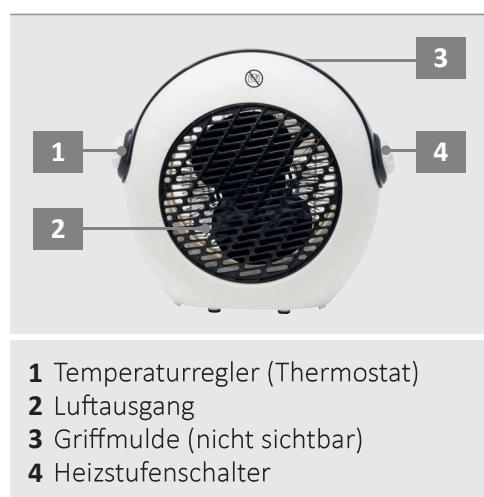

Abb.1: Geräteübersicht
1. Vergewissern Sie sich, dass der **Heizstufenschalter** (siehe Abb. 1, Nr. 4) auf „0“ steht. Schließen Sie dann den Heizlüfter an eine geerdete, durch einen FI-Schutzschalter abgesicherte Steckdose an. Stellen Sie sicher, dass das Gebläse einwandfrei funktioniert und das Lüfterrad frei laufen kann.
2. Schalten Sie nun das Gerät ein, indem Sie den **Heizstufenschalter** (siehe Abb. 1, Nr. 4) auf die gewünschte Position bringen. Dabei gilt:
1. Starten Sie das Gerät, indem Sie mit Hilfe des **Heizstufenschalters** (siehe Abb. 1, Nr. 4) die gewünschte Heizleistung einstellen.
2. Drehen Sie den **Temperaturregler** (siehe Abb. 1, Nr. 1) im Uhrzeigersinn bis zum Anschlag.
2. Stellen Sie den **Heizstufenschalter** (siehe Abb. 1, Nr. 4) auf Position „**0**“.